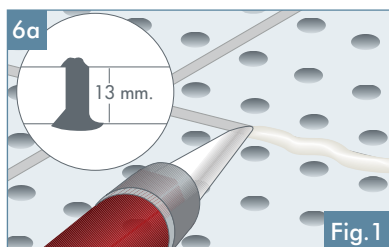

Fig.1
- Rellenar una pistola con la pasta Pregyls 95 SB (fig. 1).